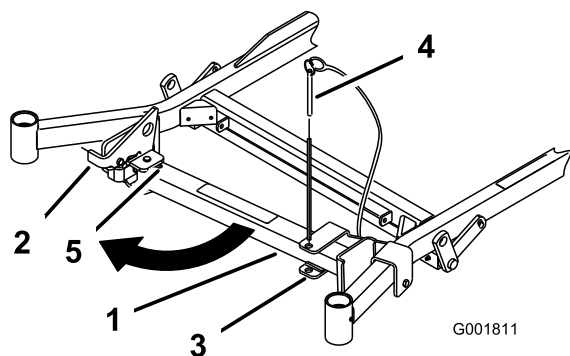
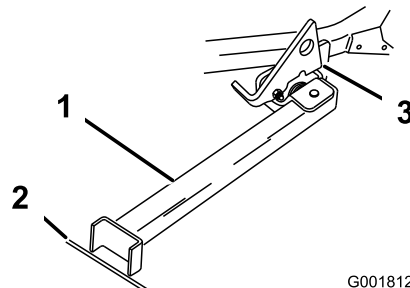

Figura 44
Figura 45
2. Togliete il perno dalla staffa (Figura 44).
4. Portate il piede del supporto sul davanti e spostatelo verso la macchina, nell'intaglio inferiore (Figura 44 e Figura 45).
5. Mettete a terra il piede del supporto e appoggiate il dispositivo di chiusura sull'aletta orientabile (Figura 45).
Nota: Per ottenere risultati ottimali, appoggiate il piede del supporto nelle fessure del marciapiede o nel tappeto erboso (Figura 45).
7. Guidate la macchina sul supporto. Fermatevi quando il dispositivo di chiusura cade sull'aletta e si chiude (Figura 45).
5. Riportate il supporto in posizione di riposo (Figura 44).